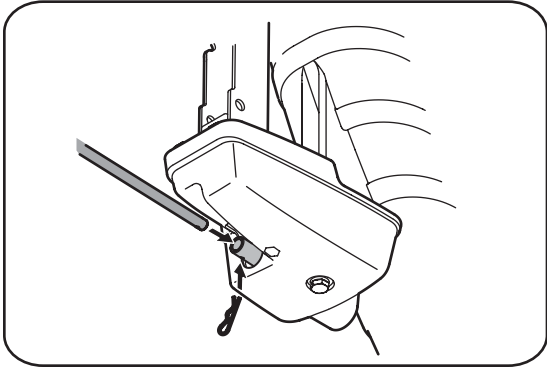

Figure 3-6
- Retirez la goupille fendue et insérez la manivelle de commande de la goulotte dans le raccord sur l'ensemble de la commande de la goulotte. Voir la Figure 3-6.